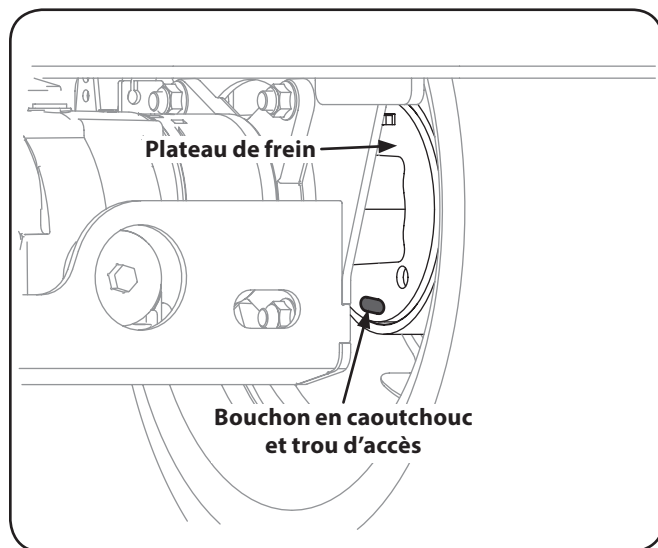

Figure 6-8
1. Il y a un trou d'accès au bas du plateau de frein situé à l'intérieur de la roue arrière. Repérez ce trou et retirez le bouchon en caoutchouc afin d'accéder au mécanisme de réglage de la bande de frein. Voir Figure 6-8.